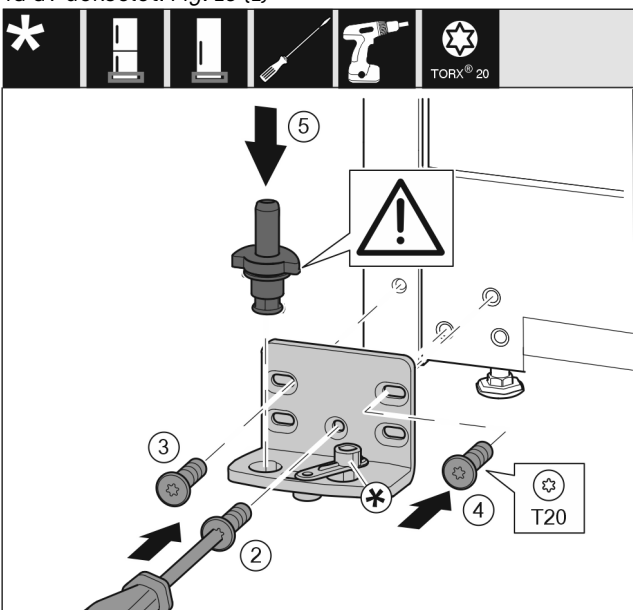

Fig. 14
- ▶ Monter lagerbukken på den andre siden, og skru den på med en skrutrekker T20. Begynn med skru 2 nederst i midten. Fig. 14 (2)
- ▶ Skru fast skru 3 og 4. Fig. 14 (3,4)
- ▶ Sett lagerbolten fullstendig på. Pass samtidig på at låsebolten peker bakover. Fig. 14 (5)